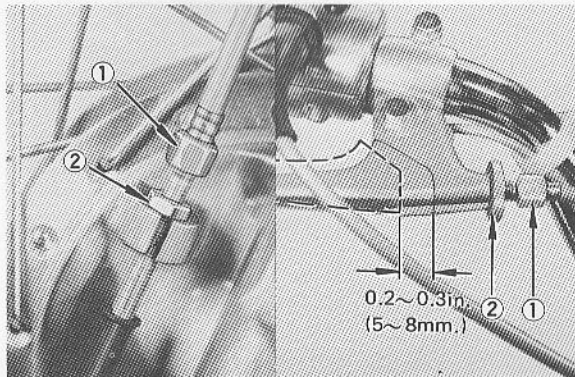

Fig. 2-6-3
- a. Loosen the adjuster locknut (2).
- b. Turn the adjuster (1) in or out until adjustment is suitable.
- c. Tighten the adjuster locknut (2). (Fig. 2-6-3)
- a. Desserrer le contre-écrou du ridoir (2).
- b. Tourner le ridoir (1) dans un sens ou dans l'autre jusqu'à obtenir le réglage désiré.
- c. Serrer le contre-écrou du ridoir (2). (Fig. 2-6-3)